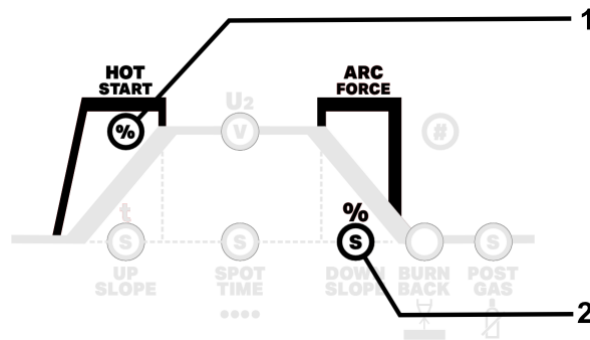

Fig.9
* 2T - Wanneer de trekker van de toorts wordt ingedrukt, begint het gas te stromen totdat de lasser de ontsteking maakt door LIFTIG (zie Fig.9) en de boog tot stand komt. De stroom stijgt volgens de UPSLOPE-tijd voor de ingestelde waarde van I_2 . Wanneer de trekker van de toorts wordt losgelaten, neemt de stroom af volgens de ingestelde waarde van DOWNSLOPE, dooft de boog en begint de POST GAS tijd.